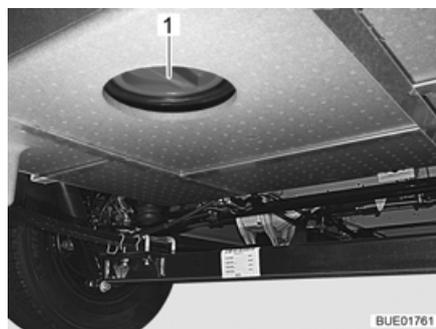

Fig. 211 Orificio de limpieza del depósito de aguas residuales
- Abrir el orificio de limpieza (Fig. 211,1) del depósito de aguas residuales y la llave de desagüe.